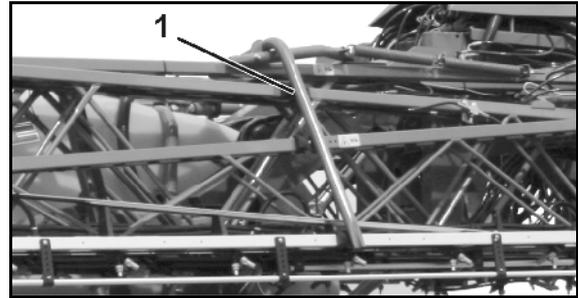

Fig. 11
- Transportverriegelung (Fig. 11/1) am Super-L-Gestänge gegen ungewolltes Ausklappen